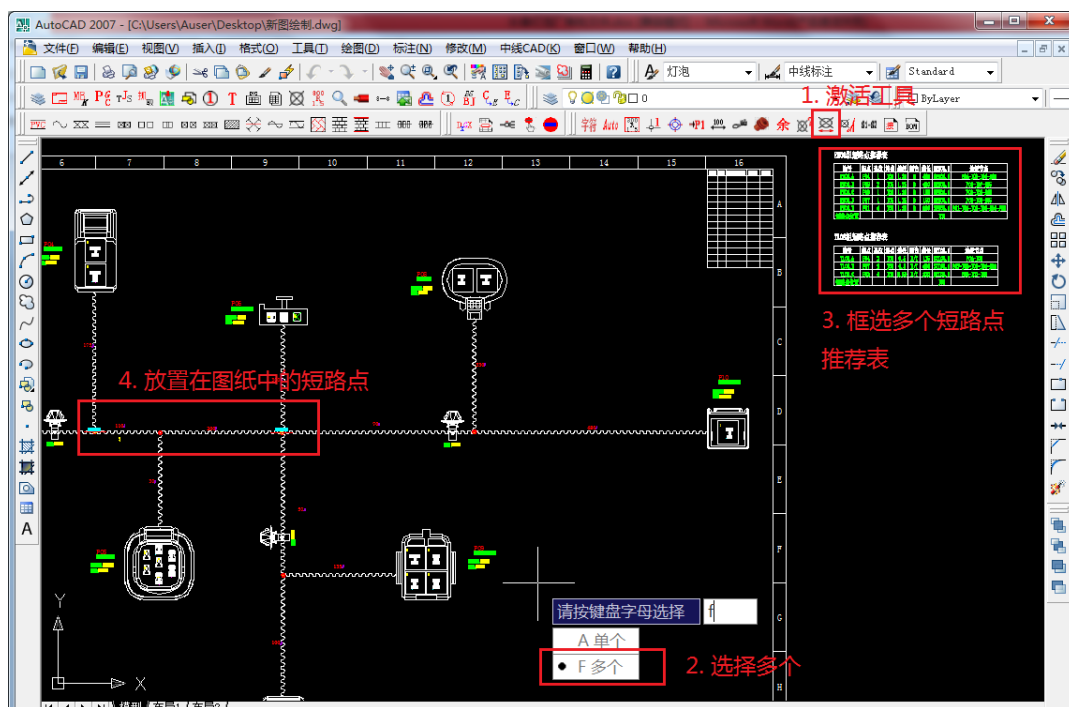

图 1-18
- b. 框选短路组表格，将短路点放置在图纸中，如图 1-18 所示。